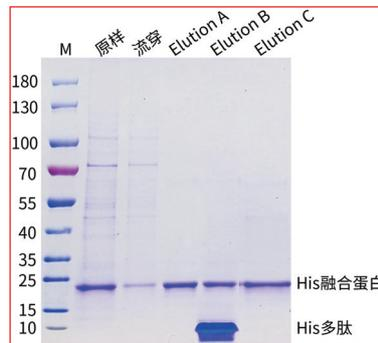

图2.Magneti-Q His标签蛋白纯化试剂盒纯化分泌蛋白的SDS-PAGE电泳图
- 5) 对洗脱产物进行 SDS-PAGE 电泳,结果请见图 2。